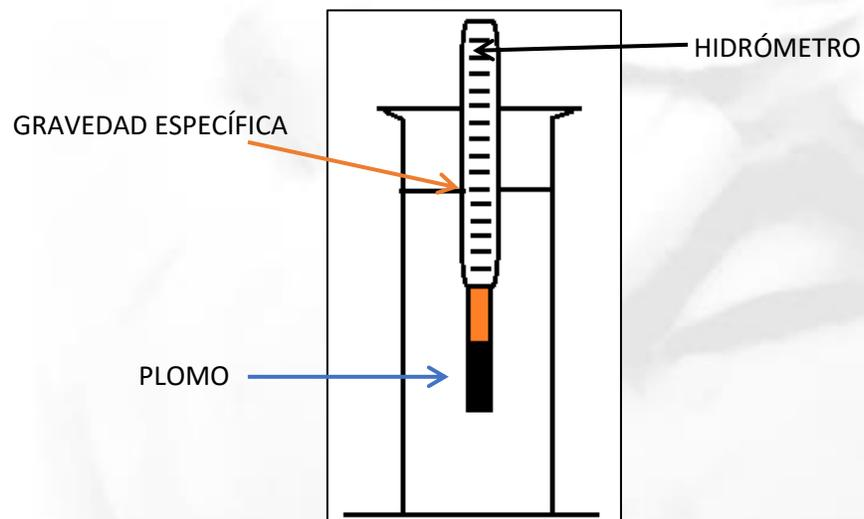

Figura 9. Montaje para medición de gravedad específica. (Fuente: Manual de prácticas Edibon)
4.2. Sumergir el hidrómetro comenzando por la región que contiene las partículas de plomo. (Figura 9)